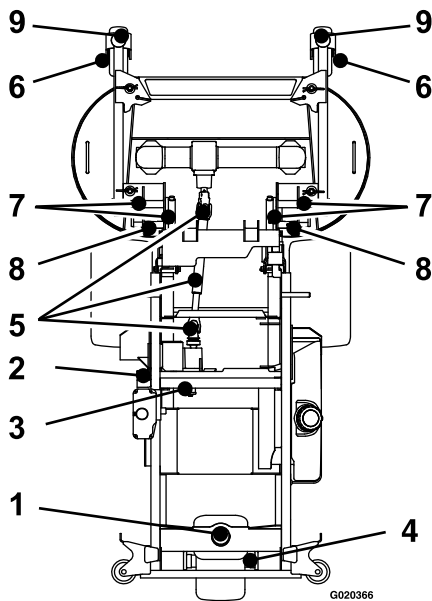

Figure 29
- Graissez le bras de tension de la courroie de pompe (Figure 29).